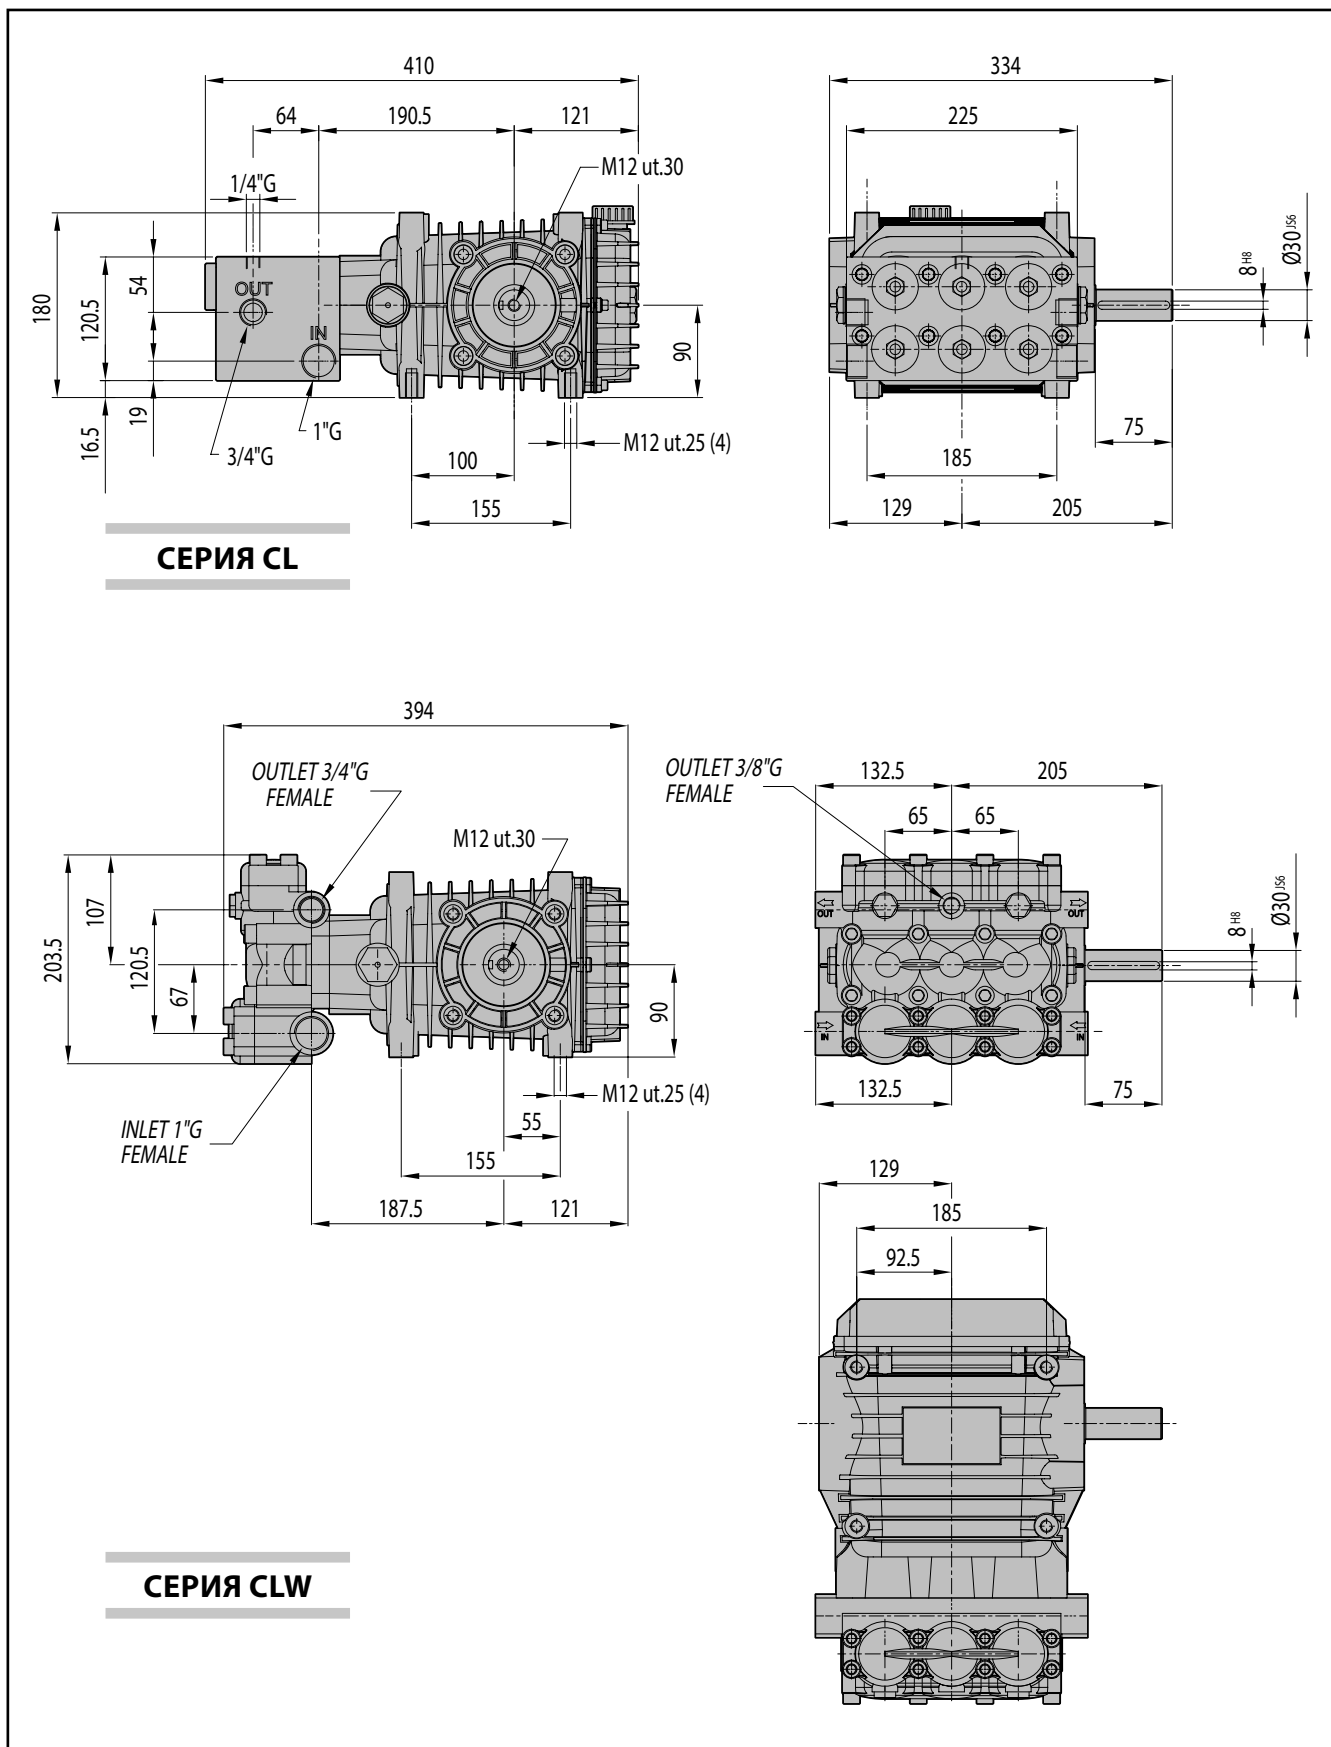

Рис. 1
- Насос должен устанавливаться и закрепляться в устойчивом положении. Опорное основание должно быть плоским и достаточно жестким, чтобы избежать нарушения выравнивания между насосом и двигателем и вибраций на этапе работы. Для креплений используйте четыре опорные шайбы, находящиеся на картере насоса, размеры см. на Рис. 1.
Для определения главных размеров, см. Рис. 1.